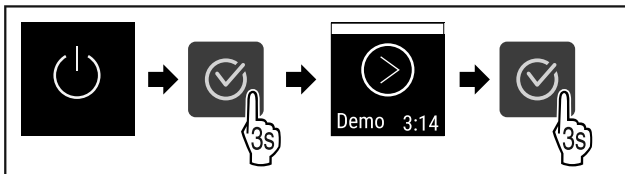

Fig. 56
▶ Végezze el a gyakorlati lépéseket (lásd Fig. 56).